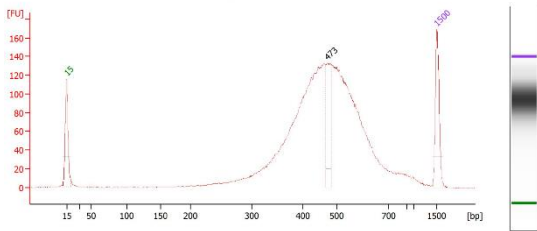

图 1 双 barcode PCR 纯化后产物 Agilent 2100 Bioanalyzer 检测结果
3.6.2 通过 Bioanalyzer、Tapestation (Agilent Technologies); LabChip® GX、GXII、GX Touch (PerkinElmer); Fragment Analyzer™ (Advanced Analytical) 等基于电泳分离原理的设备对 PCR 纯化后产物进行片段分布检测。图 1 为标准实验流程 PCR 纯化产物的 Agilent 2100 Bioanalyzer 检测结果: